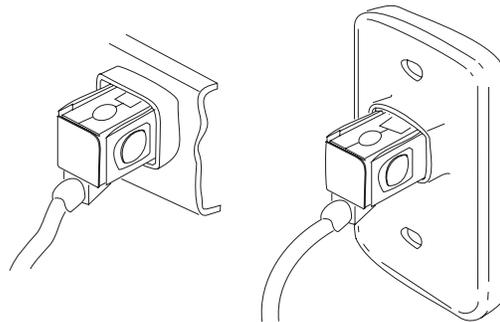

Abbildung 47. Typische Leitungsschleifenanschlussbuchsen
- Den Backup-Handelscomputer von der Leitungsschleife trennen, indem das Leitungsschleifenkabel aus der Leitungsschleifenanschlussbuchse herausgezogen wird. Siehe Abb. 47 auf Seite 557.